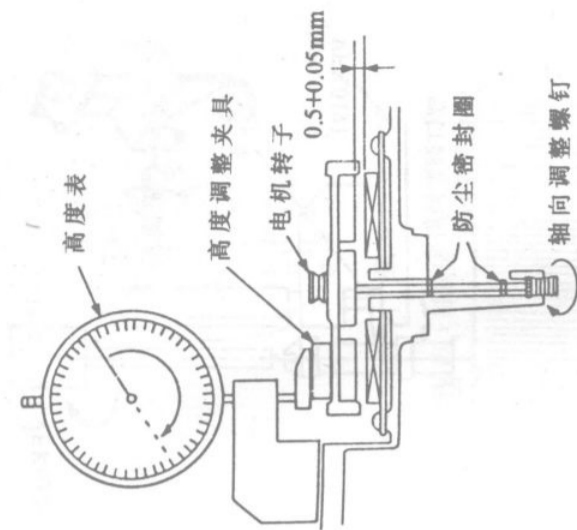

图 51
④调整轴向螺钉，使轴向间隙为0.5~0.55mm，如图51所示。